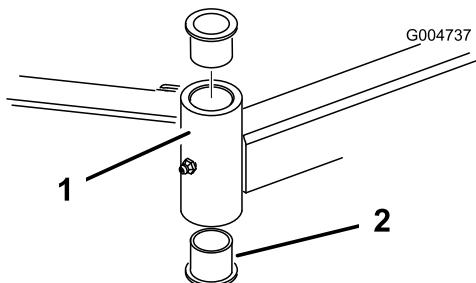

Figura 19
4. Inserte un botador fino en la parte superior o inferior del tubo de montaje y dé golpes hasta retirar el casquillo del tubo (Figura 19). Retire también el otro casquillo del tubo. Limpie el interior de los tubos para eliminar toda suciedad.